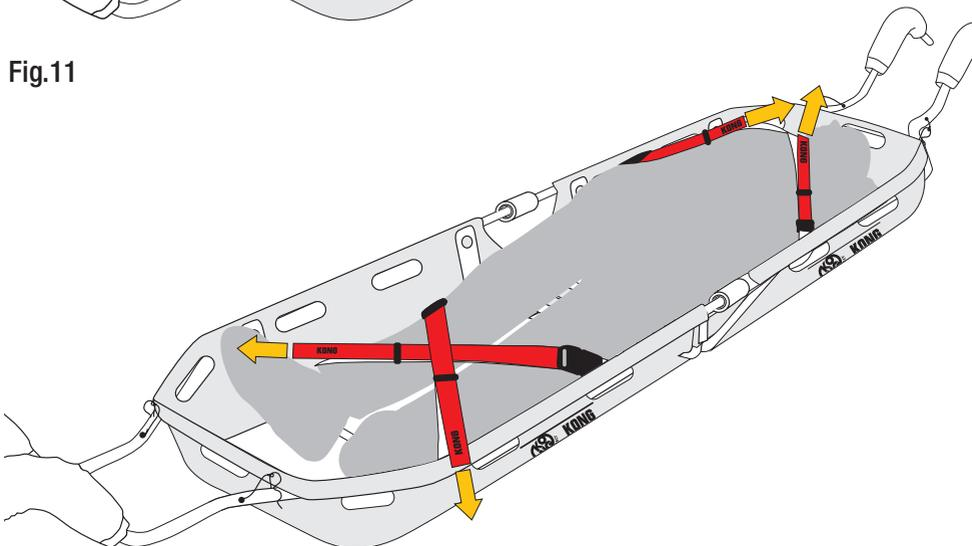

Fig.12
- adagiare il paziente nella barella, agganciare le fibbie e tensionare le fettucce fino a bloccarlo (fig. 12).